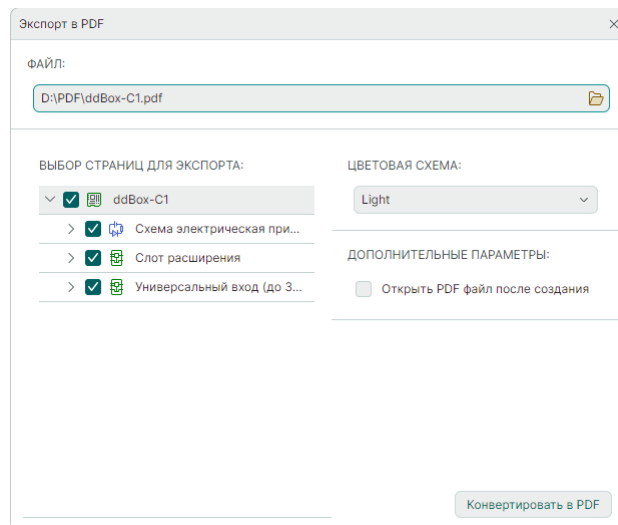

Рис. 81 Настройки экспорта в PDF
2. В поле «Файл» укажите директорию для сохранения файла схемы, Рис. 81. Нажмите , и в окне проводника укажите место сохранения файла.